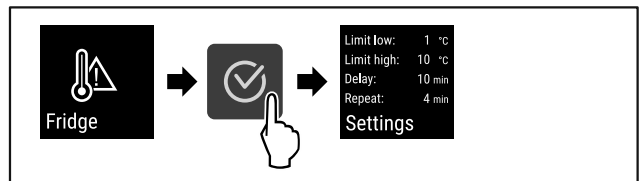

Fig. 118
- ▶ Провести етапи операцій (див. Fig. 118) .